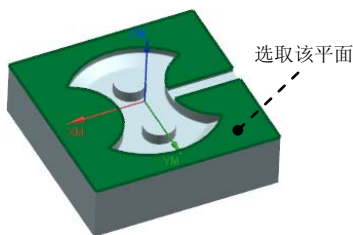

图 21.28 选取面
Step3. 在绘图区域选取图 21.28 所示的面，确认在“距离”文本框中为 0，单击按钮，系统返回到“创建边界”对话框中。